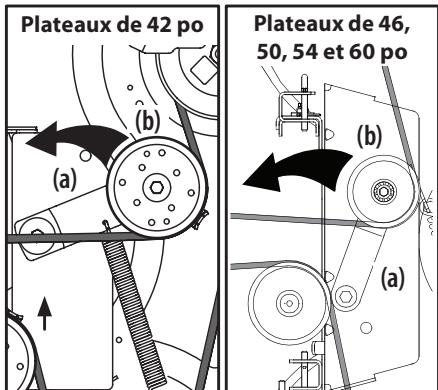

Figure 34
- Utilisez le bouton et la pédale de relevage du plateau de coupe pour positionner le plateau de façon que la courroie qui passe entre les pulleys de tension et la pulley de la prise de force soit aussi horizontale que possible (sous le moteur). Voir Figure 34.
Voir Figure 34.